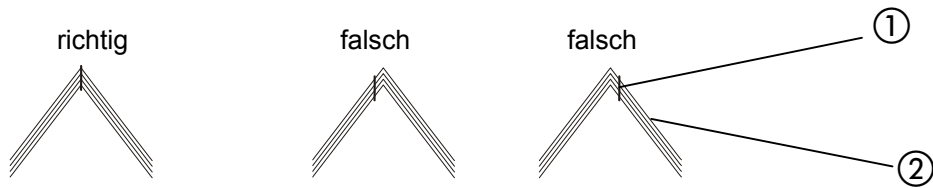

Abb. 17
Die Zentrierteile werden nur bei einer Sattelheftung eingesetzt. Sie dienen der exakten Positionierung der Haftklammer ① in der Falzmitte der Bögen ② (- vgl. Abb. 17 -)